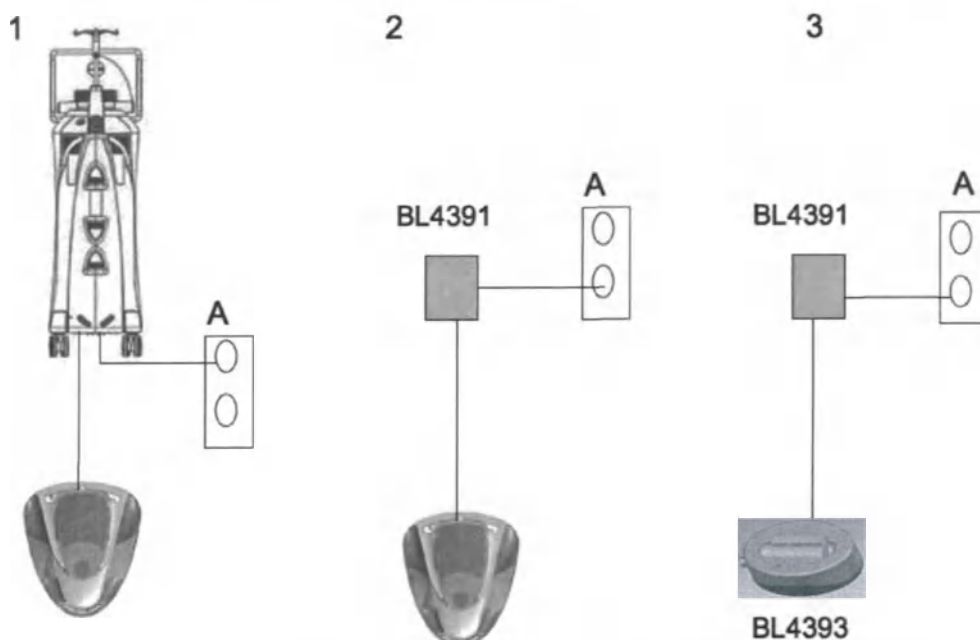

рис. 1.37. Варианты подзарядки аккумулятора Педали управления.
- Аккумулятор заряжается при условии подключения кабеля питания системы к электросети, присоединения педали к системе и включения главного выключателя питания. Этот способ зарядки применим как при включенном, так и при выключенном графическом интерфейсе пользователя. См. вариант 1 на рис. 1.37.
- Педаль можно напрямую присоединить к сетевому зарядному устройству. Подсоедините кабель сетевого зарядного устройства в разъем педали, расположенный в задней части пульта и предназначенный для резервного кабеля. См. вариант 2 на рис. 1.37.
- Располагая дополнительным аккумулятором и устройством для подзарядки аккумулятора, можно подсоединить кабель сетевого зарядного устройства к устройству для подзарядки. Зеленый индикатор указывает на включение устройства для подзарядки, второй индикатор светится желтым во время подзарядки и зеленым после завершения подзарядки аккумулятора. По окончании подзарядки аккумулятор можно извлечь из устройства для подзарядки и установить вместо используемого аккумулятора в педаль. См. вариант 3 на рис. 1.37.